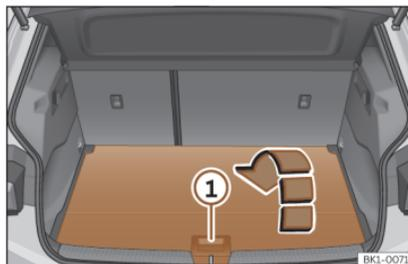

Fig. 137 En el maletero: abrir el segundo suelo del maletero.
- Para **abrirlo**, agarre el asidero»» **fig. 137** **1** y pliegue la parte trasera del suelo del maletero hacia adelante, en el sentido de la flecha.